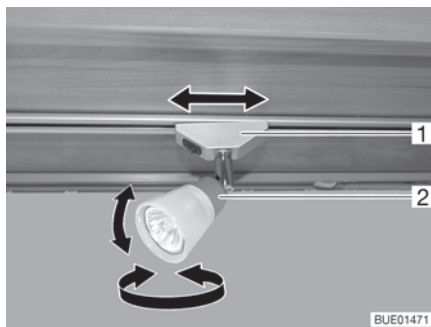

Bild 25 Spotlight
- Vrid spotlightens hus (Bild 25,2) i önskad riktning.
- Vrid fästet (Bild 25,1) med ca 45°.
- Vrid fästet (Bild 25,1) med 90°.